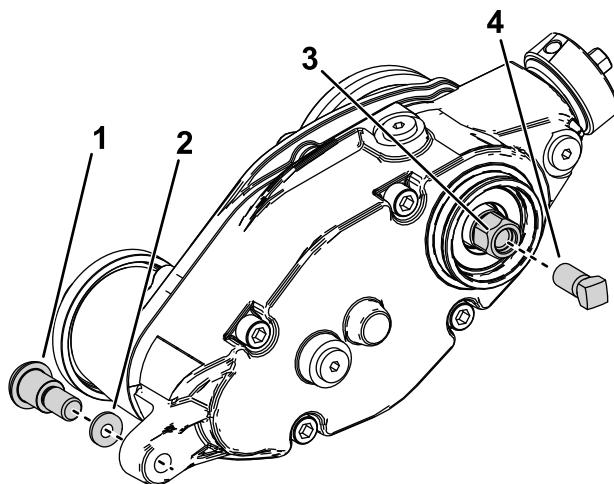

Figura 25
3. Rimuovete il bullone di spallamento e la rondella rinforzata collegando la scatola di trasmissione del groomer ai bracci di regolazione (Figura 25).
5. Installate la vite di rinforzo (n. cat. 1-803022 – venduta separatamente) ai filetti interni della testa esagonale della trasmissione del groomer e serratela a un valore di 13,5 Nm come mostrato nella figura Figura 25.
6. Rimuovete la scatola di trasmissione del groomer dal cilindro di taglio ruotando la testa esagonale della trasmissione del groomer (Figura 25).